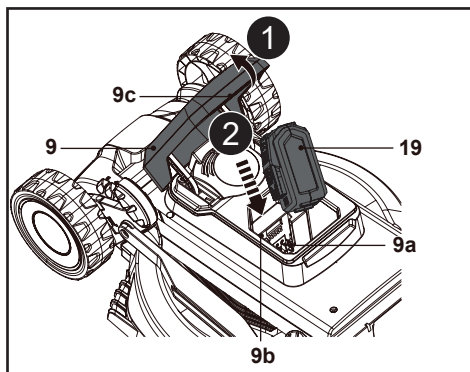

Fig. 6
1. Maintenir la poignée encastrée (9c) et ouvrir le couvercle du compartiment de la batterie (9) (Fig. 6, étape 1).
2. Aligner la batterie (19) sur les glissières (9b) et faire glisser la batterie (19) pour la fixer (Fig. 6, étape 2).